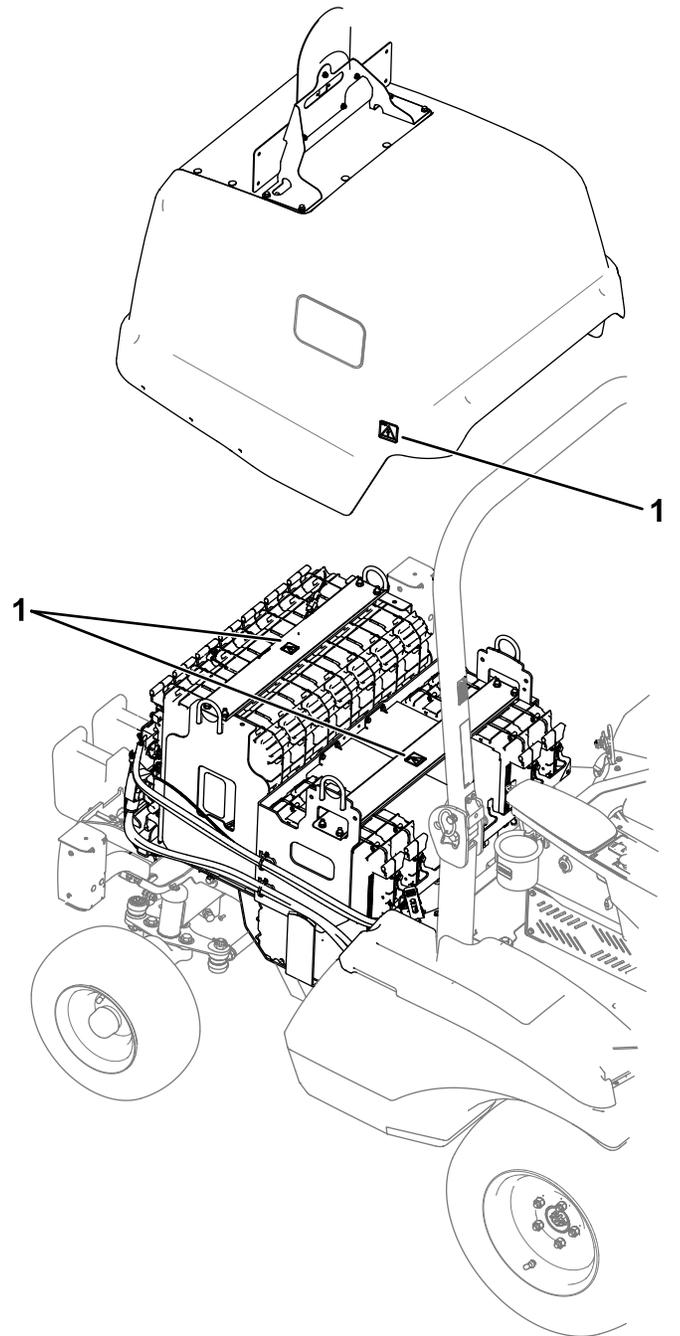
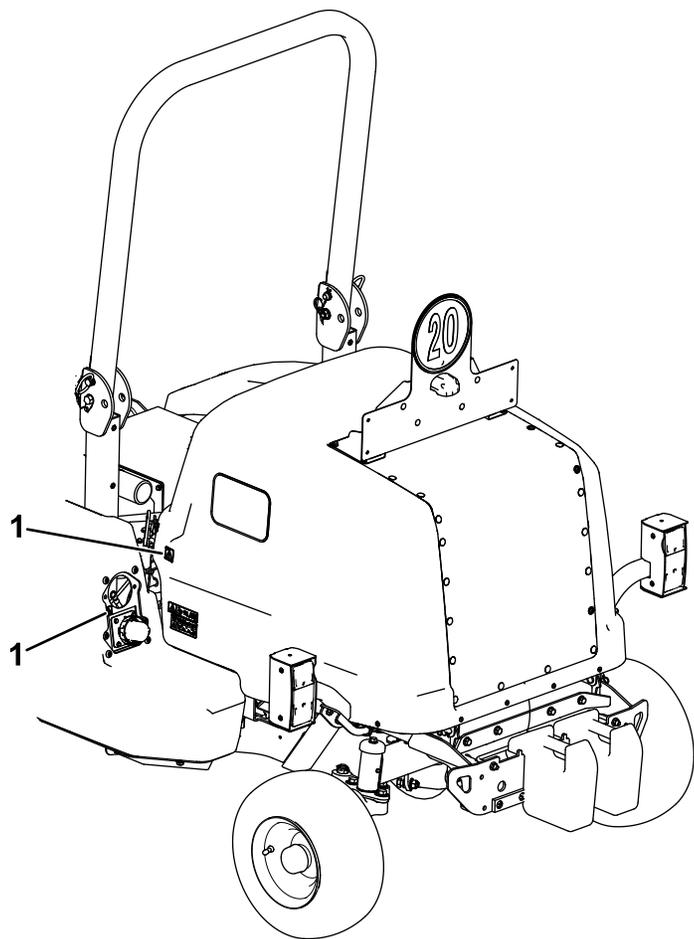

Figura 39
Figura 41
- Capó (Figura 39 y Figura 41)
- Conector de carga/Interruptor de desconexión (Figura 41)
- Perfiles del compartimento de las baterías (Figura 39)